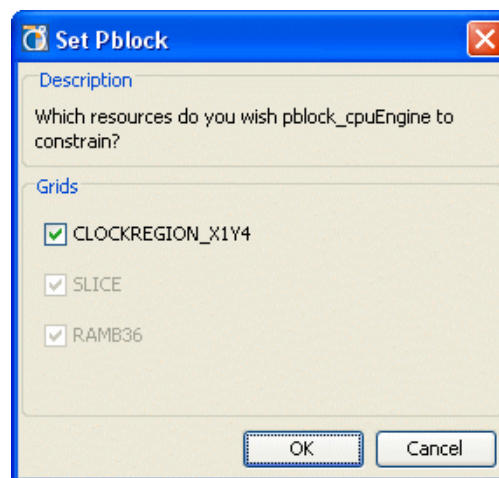

図 11-8：[Set Pblock] ダイアログ ボックスで Pblock をクロック領域として定義
2. 図 11-8 の [Set Pblock] ダイアログ ボックスで [OK] をクリックし、Pblock の範囲をクロック領域 (CLOCKREGION\_X) として定義します。